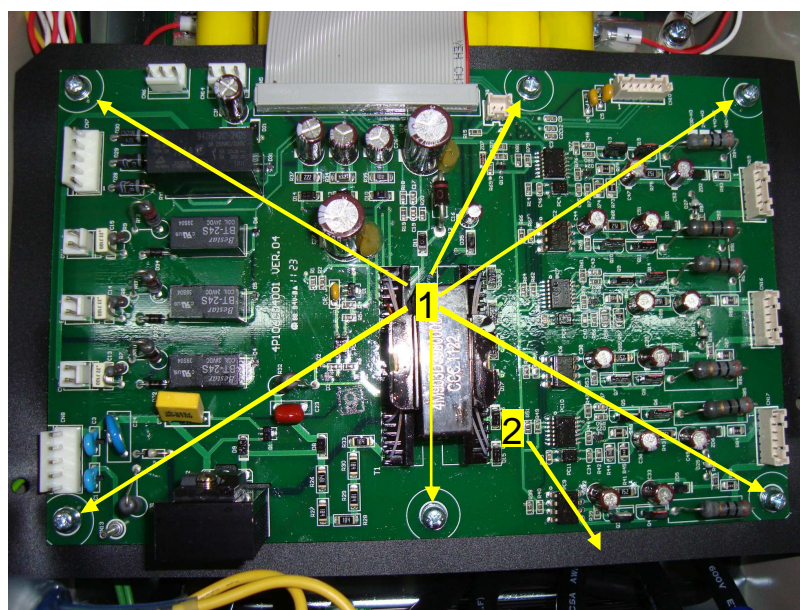

Рисунок 6.15 – Плата драйверов (розетки кабелей отсоединены):
6.6.2. Выкрутить шесть винтов 1, снять плату драйверов и находящуюся под ней прокладку 2 (рисунок 6.15). Положить винты, плату и прокладку в тару.